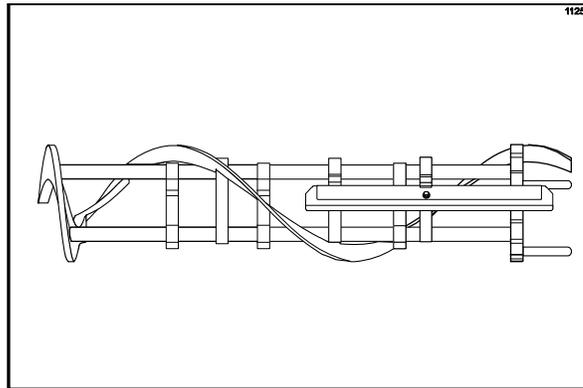

图 131
4. 如果刮刀状况良好，则将刮刀护套安装在刮刀上。将后刮刀安装在刮刀架后部的固定插针上。（见图 131。）